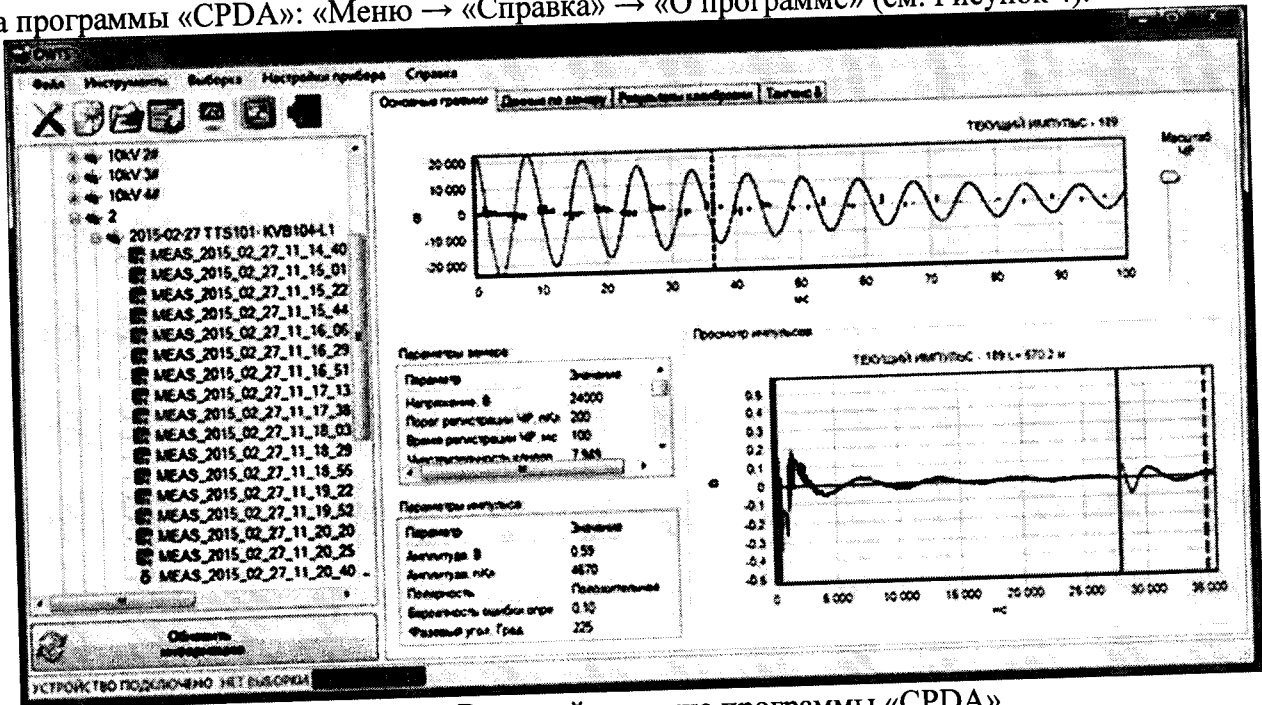

Рисунок 4 – Внешний вид окна программы «CPDA»
7.3.3 Для идентификации внешнего ПО необходимо выбрать на панели инструментов окна программы «CPDA»: «Меню → «Справка» → «О программе» (см. Рисунок 4).